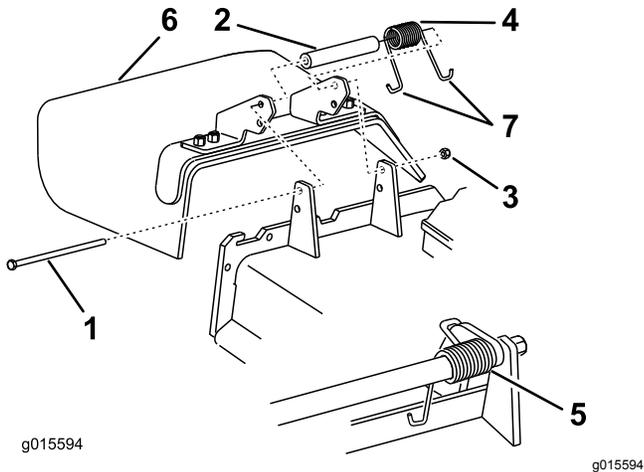

Bild 61
1. Haken Sie eine Ende der Feder hinter die Kante des Mähwerks und die das andere Ende am Ablenkblech (Bild 61).
2. Befestigen Sie das Ablenkblech mit der Schraube und Mutter am Mähwerk (Bild 61).
3. Führen Sie das J-förmige Hakenende der Feder um das Ablenkblech (Bild 61).